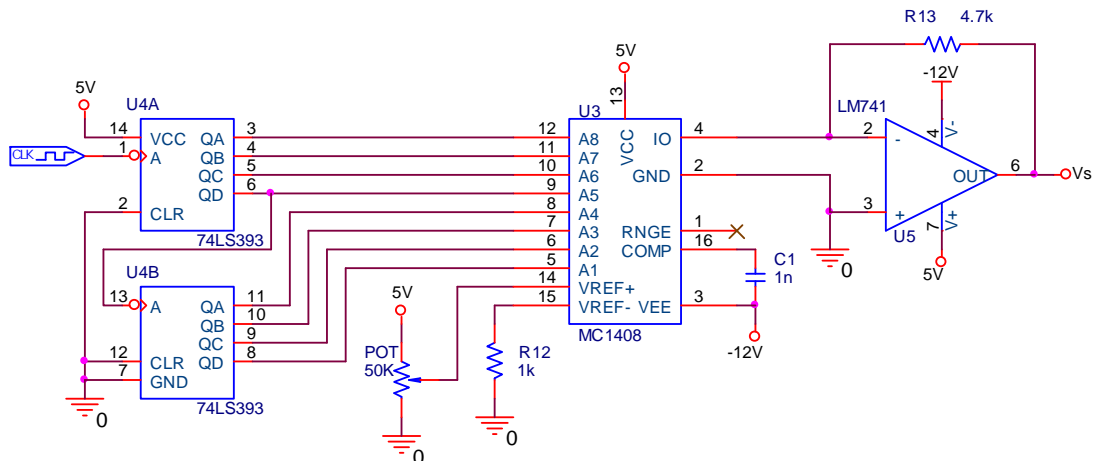

Figura 2
- 4) A continuación arme el circuito mostrado en la Figura 2, DAC con circuito integrado, y conecte el generador de funciones con una señal de reloj de 10kHz en la terminal CLK.
2. Es constante o variable el tiempo de conversión del circuito de la Figura 2 para diferentes valores de entrada digitales.